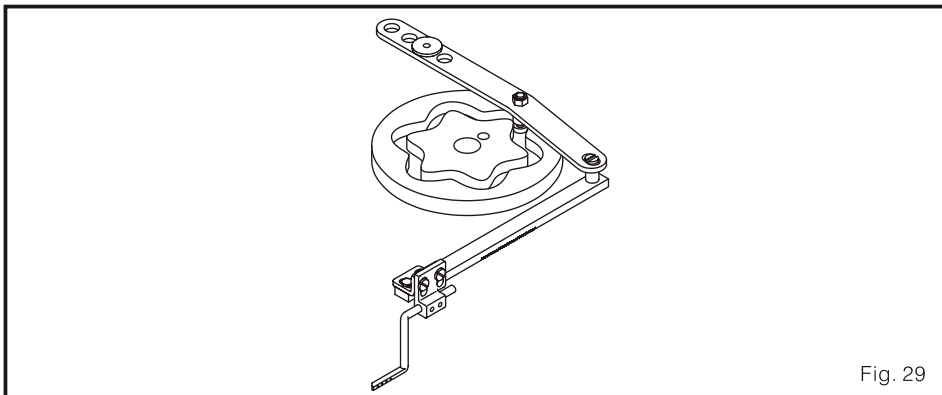

Fig. 29
2. O disco leva superior dirige a barra para a orla ornamental. (Fig.29)
3. O disco leva inferior dirige a barra da faixa para a orla ornamental. (Fig.29)